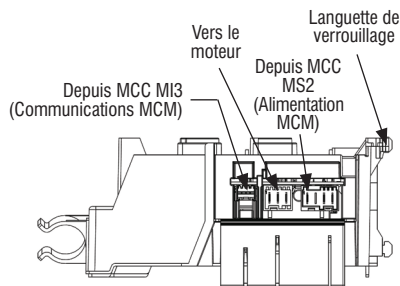

Figure 6 - Module de commande du moteur (MCM)
- 6.** Contrôler visuellement que tous les connecteurs sont complètement insérés dans le MCM (voir Figure 6, page 37).